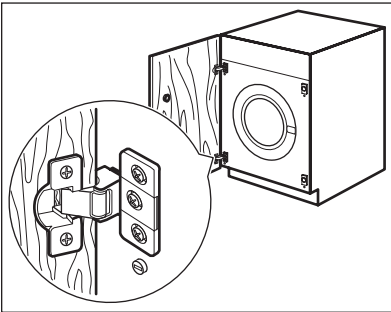

Fig. 2
- La macchina è in origine predisposta per il montaggio dell'oblò con apertura da destra a sinistra (Fig. 2).